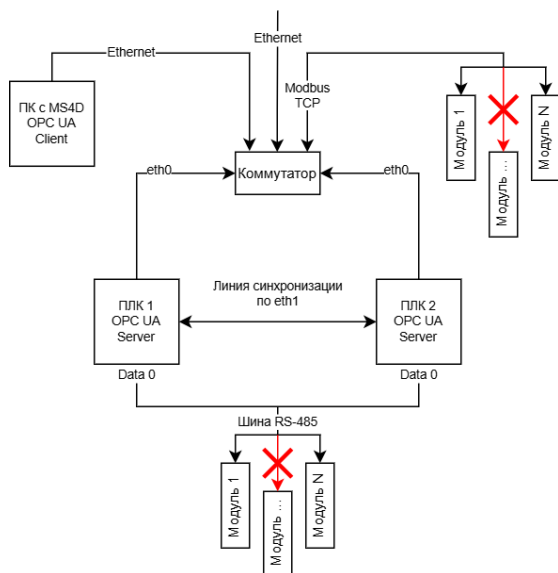

Рис. 3.29 – Отказ/отключения одного из модулей Modbus RTU/TCP
- Отказ/отключение одного из модулей Modbus RTU/TCP (см. рис. 3.29);